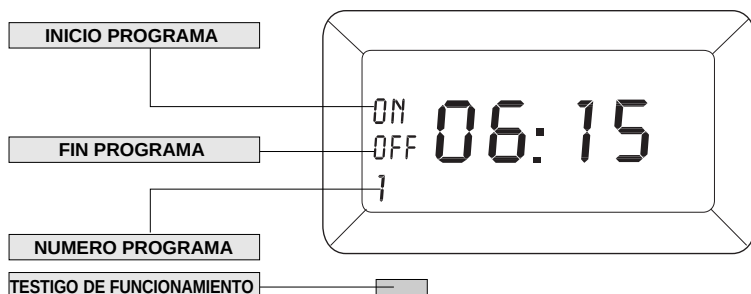

fig. 6
2. Accionar el pulsador P para acceder al 1r programa de encendido. En el display se visualiza el mensaje ON y el número de programa (1), véase fig. 6.
4. Para programar la hora de finalización del programa, hay que accionar de nuevo el pulsador P . En el display se visualiza el mensaje OFF y 1 (fig. 6). Definir la hora mediante los botones $h+$ y $min+$.